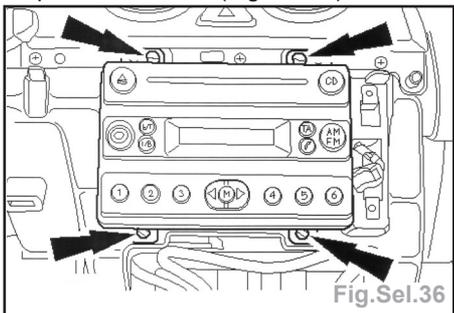

Fig.Sel.36
- détacher le système audio de la planche de bord (Fig.Sel.36).